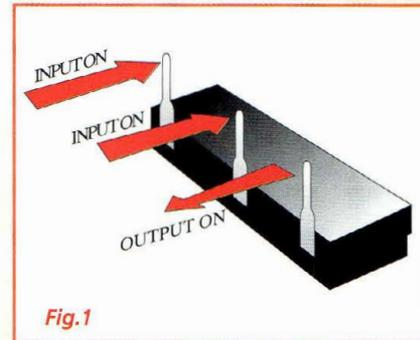

Fig.1
* lorsque la porte reçoit un signal sur les deux entrées marquées INPUT sur le schéma, un signal est présent en sortie (OUTPUT) : la porte est ON (voir fig.1)